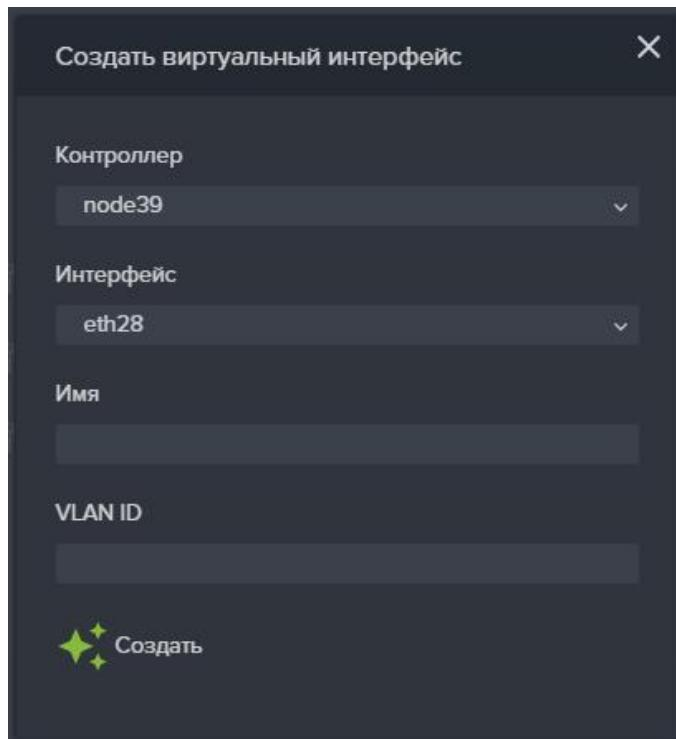

Рисунок 22 – Окно создания виртуального интерфейса
2. Нажмите на кнопку «Создать виртуальный интерфейс», откроется одноименное окно (см. Рисунок 22).